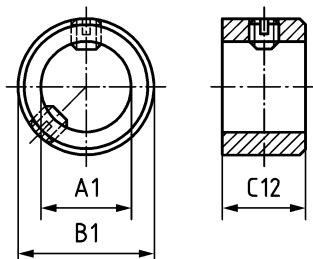

Bild 7 — ID = DIN-AAA772
- g) im neu benummerten Bild 7 zur Sachmerkmal-Leiste Nr. 5 wurde B1 in B3 umbenannt;